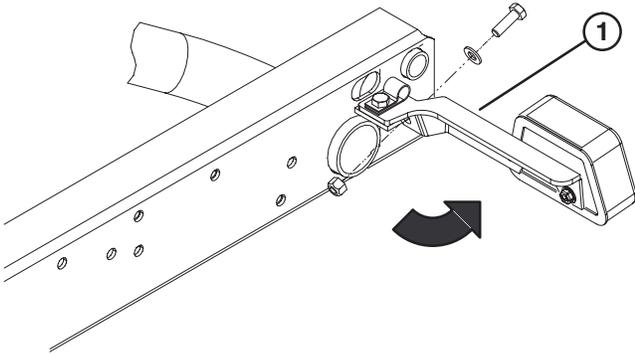

Bild 1
1. Lockern Sie die Sicherungsmuttern und Schrauben, mit denen die Rücklichthalterungen an den rechten und linken Rahmenhalterungen befestigt sind (Bild 1).
3. Befestigen Sie die Rückseite jeder Rücklichthalterung mit einer 5/16–18 x 1 Zoll langen Schraube, einer flachen Scheibe mit einem Innendurchmesser von 0,344 Zoll und einer Mutter hinten an den Rahmenhalterungen, siehe Bild 1.